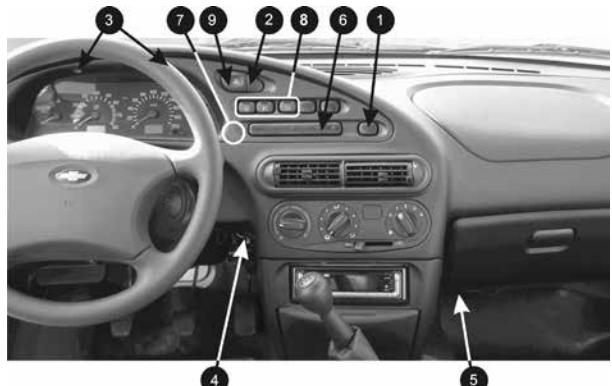

Рис. 5 Вид на панель приборов
4.1 Извлеките БКЛ (поз. 6) (см. Рис.5) из панели приборов и отсоедините его разъём. В дальнейшей эксплуатации автомобиля БКЛ не понадобится, поэтому его можно убрать в комплект запчастей.
а. Извлеките декоративные заглушки (поз. 1) и (поз. 2) (см. Рис.5).
в. Выверните 2 самонарезающих винта (поз. 3, Рис.5), расположенных вертикально над комбинацией приборов.
г. Аккуратно извлеките щиток панели приборов, начиная с правого угла (слева находится направляющая в виде "язычка", а в районе поз. 7 (см. Рис.5) с обратной стороны щитка панели приборов находится "защёлка").
а. Подключите чёрный провод "МАССА" из жгута №3 к любому чёрному проводу в контактной колодке любой кнопки (поз. 8, см. Рис.5).
Отсоедините колодку выключателя (поз. 9, Рис.5) аварийной сигнализации:
4.1 Извлеките декоративную заглушку (поз. 6) (см. Рис.5) из панели приборов. В дальнейшей эксплуатации автомобиля заглушка не понадобится, поэтому её можно убрать в комплект запчастей.
Для других контроллеров аппаратное подключение функции ТРОПИК не требуется, так как управление вентилятором системы охлаждения осуществляется по К-линии. При подключении к данным контроллерам возможно немотивированное загорание лампы CHECK ENGINE. а. Протяните красный провод "РЕЛЕ вентилятора" из жгута №1 от панели приборов за консолью панели приборов (за "бородой") вправо к блоку реле, находящемуся под ящиком для перчаток (под "бардачком") (поз. 5) (см. Рис.5).